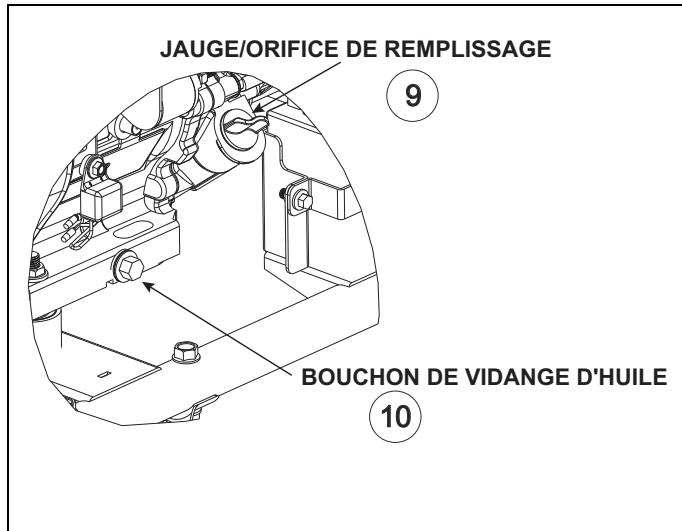

Figure 4-1. Bouchon de vidange d'huile
Voir la section « Avant de démarrer le générateur » pour les informations sur l'ajout d'huile et la vérification du niveau d'huile. Le niveau d'huile doit être vérifié avant chaque utilisation, ou au moins toutes les huit heures de fonctionnement. Veillez à maintenir le niveau d'huile. Voir la figure 4-1 pour connaître l'emplacement de la jauge et de l'orifice de remplissage.
1. Nettoyez la zone autour du bouchon de vidange d'huile. Voir la figure 4-1.